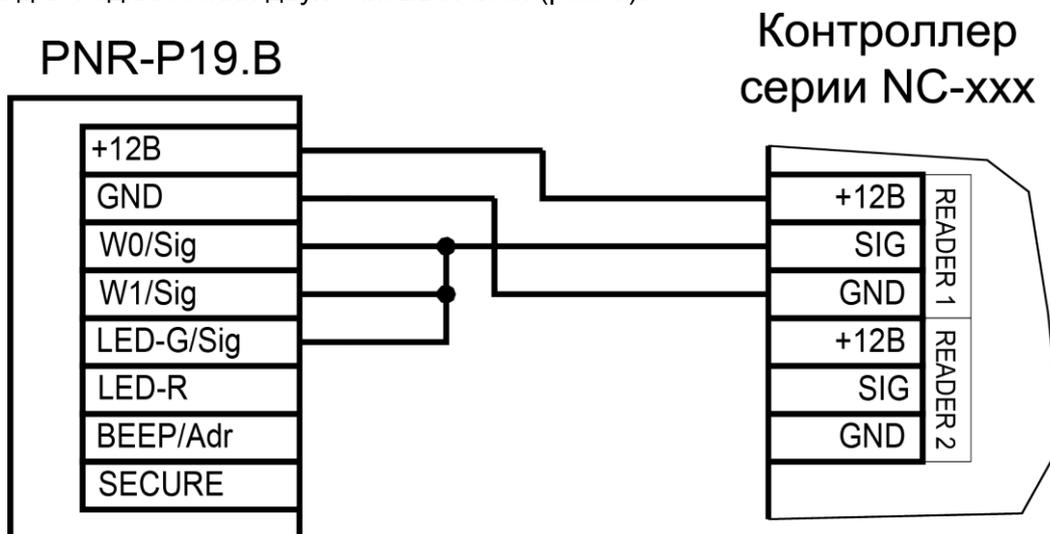
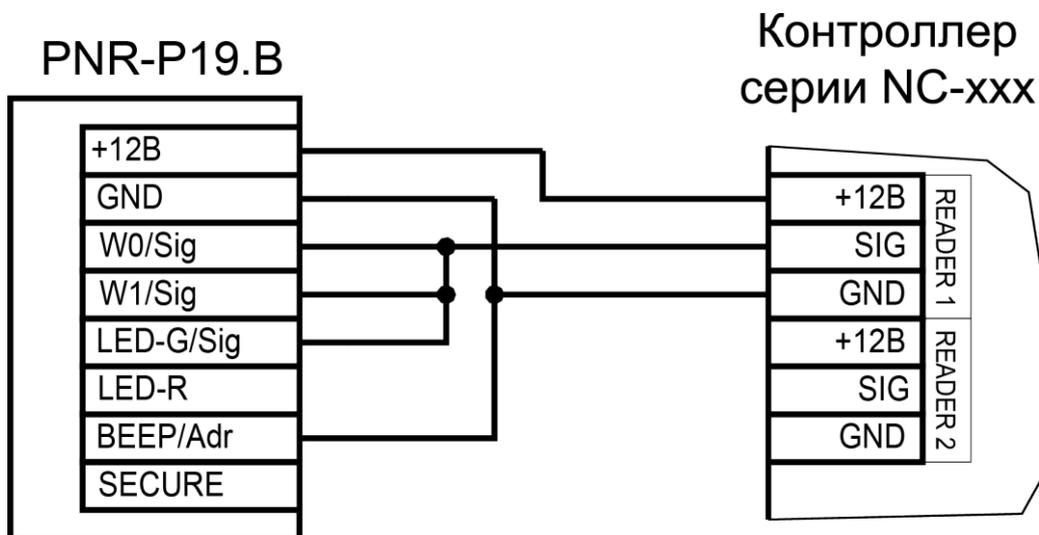

Рисунок 5. Подключение считывателя в режиме Parsec, адрес 1 (внутренний)
Рисунок 6. Подключение считывателя в режиме Parsec, адрес 0 (наружный)
- **Parsec** – при работе в этом режиме линия SIG считывателя (зеленый, белый и оранжевый провода: W0/SIG/B-, W1/SIG/A+ и LED-G/SIG) является двунаправленной (см. таблицу 2 и рис. 5 и 6). По ней считыватель передает контроллеру считанный с карты код во внутреннем формате системы Parsec.
Кроме того, в системе Parsec каждый считыватель имеет собственный адрес: 1 (внутренний считыватель, рис. 5) или 0 (наружный, рис. 6), – что позволяет использовать один кабель от контроллера для подключения двух считывателей (рис. 7).